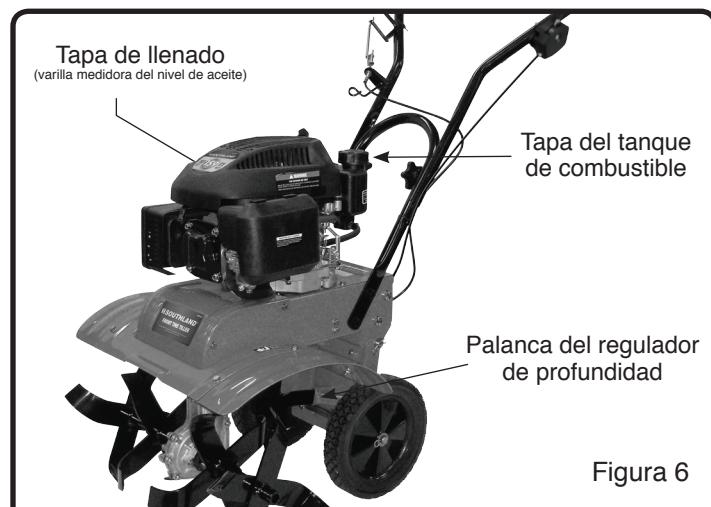

Figura 6
1. Colocar la motocultivadora sobre una superficie plana y asegurarse de que la barra de arrastre esté colocada de modo que el bastidor principal de la motocultivadora esté a nivel. (Véase la Figura 6)
2. Retirar la tapa de llenado / varilla medidora del nivel de aceite y enjugarla con un paño. (Véase la figura 6)